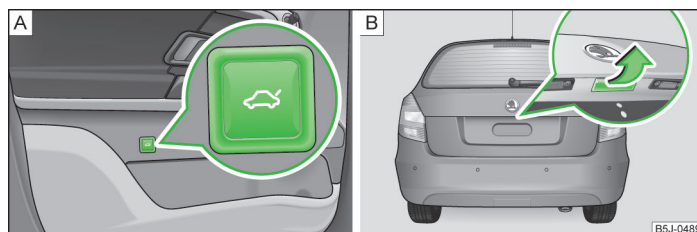

Fig. 18 Abrir la tapa del maletero/asidero de la tapa del maletero
- Pulsar la tecla  en la puerta del conductor » fig. 18 - **A** y levantar la tapa del maletero en la dirección de la flecha » fig. 18 - **B**.
- Presionar la empuñadura y levantar la tapa del maletero en la dirección de la flecha » fig. 18 - **B**.